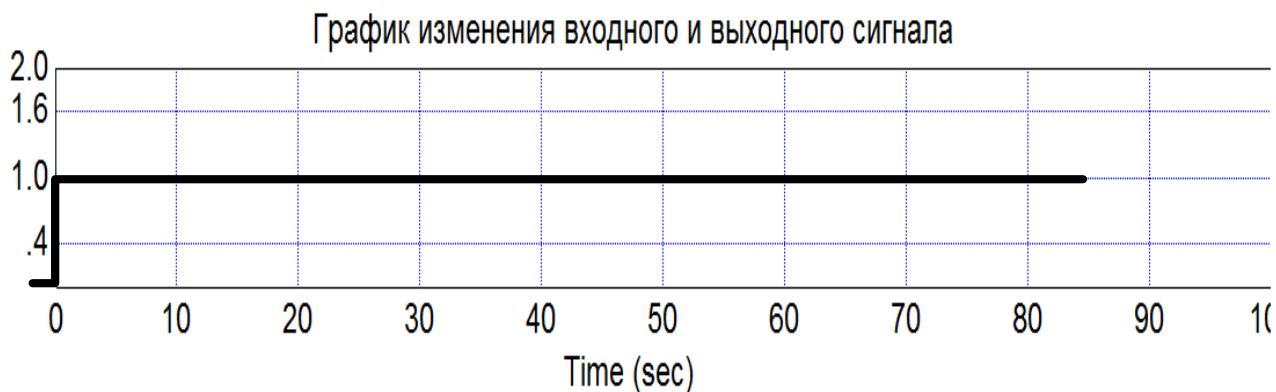

Рисунок 1.8 – Реакция Ч.Я. с ПОС на ступенчатое воздействие
1. Положительная обратная связь при ступенчатом входном воздействии (рисунок 1.8)